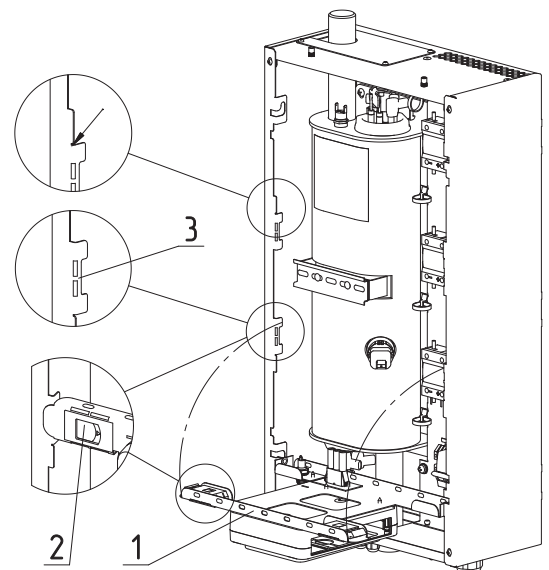

Рис. 20 Откидывание кронштейна
3. Откинуть кронштейн для крепления пульта управления (Рис. 20, поз. 1);
4. Отжать замки-защелки (Рис. 20, поз. 2) с двух сторон;
Имеется возможность сменить положение кронштейна, достав его из пазов и закрепив в соответствующие пазы выше (Рис. 20, поз. 3).